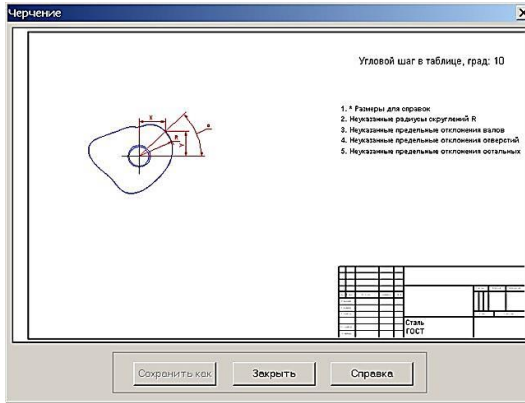

Рис. 50
7. Генерация чертежа спроектированного кулачка. Для генерации чертежа спроектированного кулачка следует нажать кнопку «Чертеж» (меню *Чертеж*). Это приведет к открытию диалогового окна «Черчение» (рис. 50), в котором необходимо сделать некоторые настройки.
Задание углового шага вывода данных профиля кулачка. Двойной щелчок левой кнопкой мыши в правом верхнем углу окна «Черчение» (см. рис. 50) вызывает открытие диалогового окна «Угловой шаг». В поле ввода этого окна можно изменить угловой шаг, с которым в таблице будут выводиться значения профиля кулачка.